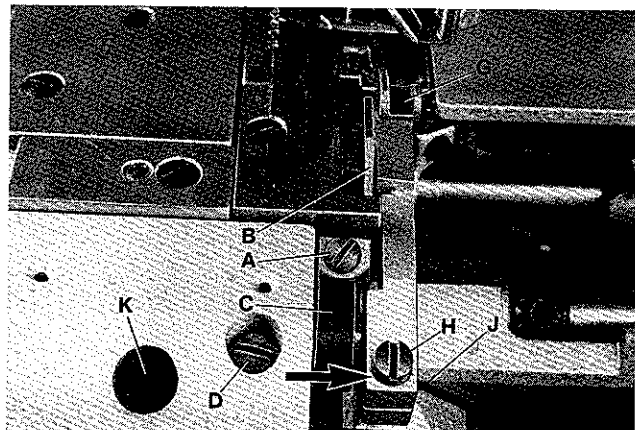
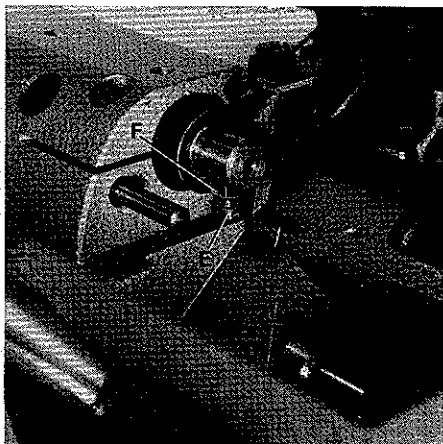
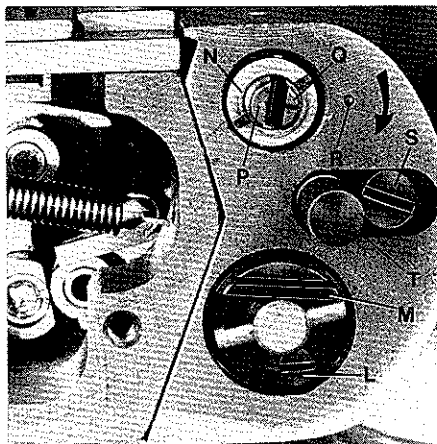

Fig. 50
Fig. 51
Fig. 52
Remove the edge guide. Loosen screw (A, Fig. 50) in lower knife holder (C) and move lower knife (B) up or down until its cutting edge is parallel and flush with throat plate top surface. Retighten screw (A).
Note: Lower knife holder (C, Fig. 50) is set at the factory so the cutting edge of lower knife is parallel with top surface of throat plate.
When replacing the lower knife holder it has to be set accordingly. Loosen screw (D, Fig. 50) and turn lower knife holder (C) until the cutting edge of lower knife is parallel with top surface of throat plate. Secure this setting with stop screw (E, Fig. 51) and lock nut (F) in lower knife holder. Retighten screw (D, Fig. 50).
Loosen screw (D, Fig. 50) and align the width of trim to the right needle by moving lower knife holder (C) laterally. If this adjustment is obstructed by the upper knife (G), loosen screw (H) and move the upper knife to the right. Retighten screw (D) and also screw (H) if loosened, after setting the lower knife.
Check after making this setting, if the upper knife holder (J, Fig. 50) can be moved in direction of the arrow (see Fig. 50) against the pressure of the spring. If this is not possible, loosen screw (H) and move the upper knife holder (J) accordingly to the right. Retighten screw (H).
Remove the cylinder cover and loosen screw (L, Fig. 52). Adjust by means of stop (M) the highest obtainable throw of upper knife. Retighten screw (L) and rotate pulley until the upper knife is in its down position.
Entfernen Sie die Stoffkantenführung. Lösen Sie die Schraube (A, Fig. 50) im Untermesserhalter (C) und schieben Sie das Untermesser (B) nach oben oder unten bis die Schneide parallel und auf gleicher Höhe mit der Stichplattenoberfläche steht. Ziehen Sie die Schraube (A) wieder an.
Beachten Sie: Der Untermesserhalter (C, Fig. 50) wird im Werk so eingestellt, daß die Schneide des Untermessers parallel zur Stichplattenoberfläche steht.
Beim Austausch muß ein neuer Untermesserhalter entsprechend eingestellt werden. Lösen Sie die Schraube (D, Fig. 50) und drehen Sie den Untermesserhalter (C, Fig. 50) bis die Untermesserschneide parallel zur Stichplattenoberfläche steht. Sichern Sie diese Einstellung mit der Anschlagsschraube (E, Fig. 51) und der Kontermutter (F) im Untermesserhalter. Ziehen Sie die Schraube (D, Fig. 50) wieder an.
Lösen Sie die Schraube (D, Fig. 50) und richten Sie durch seitliches Verschieben des Untermesserhalters (C) die Abschnittsbreite zur rechten Nadel entsprechend aus. Wird diese Einstellung durch das Obermesser (G) behindert, lösen Sie die Schraube (H) und schieben das Obermesser nach rechts. Ziehen Sie nach der Einstellung des Untermessers die Schraube (D) und gegebenenfalls die Schraube (H) wieder an.
Prüfen Sie nach dieser Einstellung, ob sich der Obermesserträger (J, Fig. 50) in Pfeilrichtung (siehe Fig. 50) entgegen der Kraft der Andrückfeder bewegen läßt. Ist dies nicht möglich, lösen Sie die Schraube (H) und drücken den Obermesserträger (J) entsprechend nach rechts. Ziehen Sie die Schraube (H) wieder an.
Entfernen Sie den Zylinderdeckel und lösen Sie die Schraube (L, Fig. 52). Stellen Sie mit dem Anschlag (M) den größtmöglichen Hub des Obermessers ein. Ziehen Sie die Schraube (L) wieder an und bringen Sie durch Drehen am Handrad das Obermesser in die unterste Stellung.
Adjust the lateral cutting pressure by turning nut (N, Fig.52). Turning the nut clockwise increases the cutting pressure, turning it counterclockwise acts the reverse.
To adjust the shear angle loosen screws (H and K, Fig. 50). Set shaft (P, Fig.52) so, that mark (Q) on the shaft and mark (R) on cylinder are lined up.
Turning shaft (P, Fig.52) in direction of the arrow increases the shear angle, turning it against direction of the arrow decreases it. Retighten screws (H and K, Fig.50) and make sure that the settings described in paragraph "SETTING THE UPPER KNIFE" are not disturbed.
Remove cylinder cover. Loosen screw (S, Fig.52) and move push button (T) slightly back and forth until it engages as described. Retighten screw (S).
If it is not possible to engage the push button with this adjustment, loosen screw (L, Fig.52) and turn stop (M) clockwise until the push button engages. Retighten screw (L).
Der seitliche Schneiddruck wird durch Drehen der Mutter (N, Fig.52) eingestellt. Drehen der Mutter im Uhrzeigersinn erhöht den Schneiddruck, drehen im Gegenuhrzeigersinn vermindert ihn.
Zur Einstellung des Scherwinkels lösen Sie die Schrauben (H und K, Fig.50). Stellen Sie die Achse (P, Fig.52) so, daß sich die Markierungen (Q) auf der Achse und (R) am Zylinder gegenüberstehen.
Drehen der Achse (P, Fig.52) in Pfeilrichtung vergrößert den Scherwinkel, drehen in entgegengesetzter Richtung verkleinert ihn. Ziehen Sie die Schrauben (H und K, Fig.50) wieder an und beachten Sie, daß die im Abschnitt "EINSTELLUNG DES OBERMESSERS" beschriebenen Einstellungen erhalten bleiben.
Entfernen Sie den Zylinderdeckel. Lösen Sie die Schraube (S, Fig.52) und bewegen Sie den Druckknopf (T) leicht hin und her bis er wie oben beschrieben einrastet. Ziehen Sie die Schraube (S) wieder an.
Läßt sich der Druckknopf durch diese Einstellung nicht einrasten, lösen Sie die Schraube (L, Fig.52) und drehen den Anschlag (M) im Uhrzeigersinn bis der Druckknopf einrastet. Ziehen Sie die Schraube (L) wieder an.